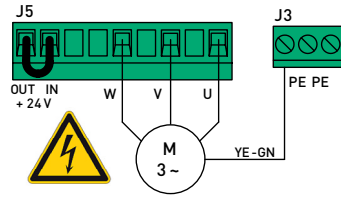

Рисунок 5. Подключение электродвигателя
J5	Разъем подключения электродвигателя гидравлического агрегата (рис. 5) и датчика безопасности СТОП (NC) . ВНИМАНИЕ! При размыкании перемычки +24 V на разъеме J5 отключается управляющее напряжение 24 В постоянного тока и блок управления не работает. Для работы блока управления контакты OUT+24 V и IN+24 V должны быть замкнуты ( NC ).